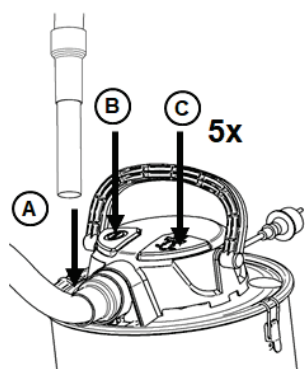

Fig. 9
L'aspiratore è dotato di un sistema di pulizia del filtro integrato. Polvere fine e cenere intasano leggermente il filtro. Per pulire il filtro e ripristinare la potenza di aspirazione, procedere come descritto nella fig. 9. Inserire l'ugello nel supporto (A) per bloccare l'aspirazione. Accendere l'apparecchio (B). Attendere alcuni secondi finché il motore raggiunge il suo numero di giri completo e la pressione negativa è al massimo. Premere 5 volte il tasto di pulizia del filtro (C).
La potenza di aspirazione è ridotta:	<ul style="list-style-type: none">- È possibile che il contenitore sia pieno e debba essere svuotato. Vedi fig. 8- Il tubo flessibile e l'ugello possono essere intasati e devono essere puliti.- Uno dei suddetti componenti potrebbe essere danneggiato e deve essere sostituito.- Probabilmente il filtro è intasato. Utilizzare il sistema di pulizia del filtro (vedi fig. 9) per pulire il filtro.- Sostituire il filtro o assicurarsi che il filtro sia installato correttamente.- Il collegamento del tubo flessibile è allentato e deve essere serrato.